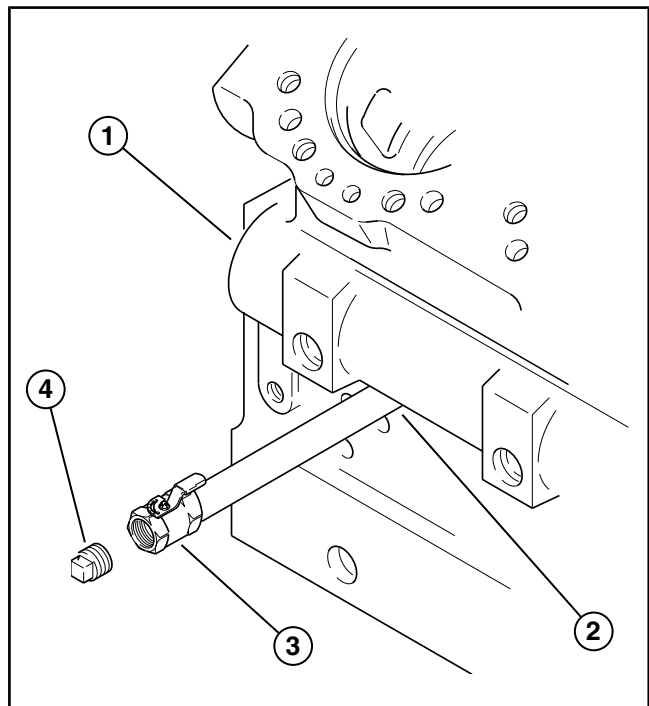

Рисунок 7.05-1: Место расположения слива
**ПРИМЕЧАНИЕ:** Для упрощения слива и промывки водяной рубашки охлаждения двигателя следует заменить одну из потайных заглушек без головки диам. 3/4 дюйм. NPT (19 мм) на предоставляемый заказчиком шаровой кран (см. Рисунок 7.05-1). Шаровый кран должен иметь резьбу для подключения соединителя для шланга и трубной заглушки. См. Таблица 7.05-3 Места расположения кранов для сброса воздуха на странице 7.05-4.
1. Снимите трубную заглушку с потайной головкой диам. 3/4 дюйм. NPT (19 мм) из дренажного отверстия, расположенного сразу под коллектором водяной рубашки (см. Рисунок 7.05-1).